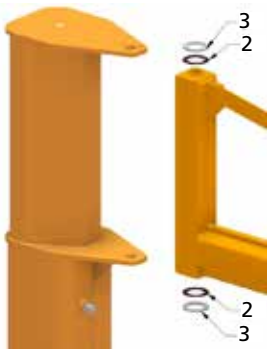

fig.43
2. Acerque el brazo a las placas (de la ménsula o de la columna) y coloque en la parte superior del manguito 1 el disco de fricción 2 y el disco de presión 3, predisponiendo, simultáneamente, también el alojamiento del disco de fricción 2 y el disco de presión 3 en la parte inferior (fig. 43).